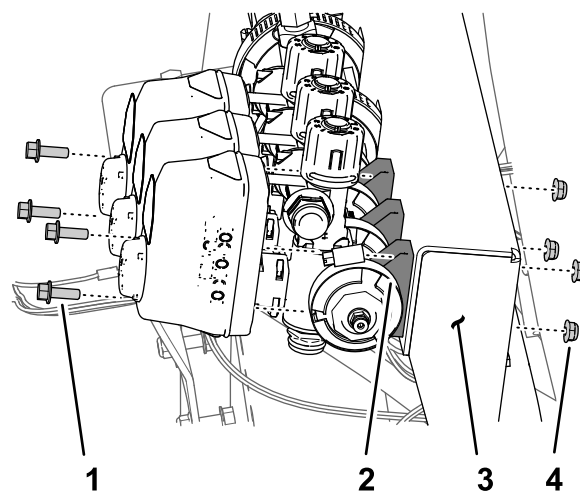

図 68
1. 左側ブームバルブをマニホールドマウントに固定しているフランジヘッドボルト $\frac{1}{4} \times \frac{3}{4}$ " 2本とロックナット $\frac{1}{4}$ " 2個を取り外す 図 68。
2. 右側ブームバルブをマニホールドマウントに固定しているフランジヘッドボルト $\frac{1}{4} \times \frac{3}{4}$ " 2本とロックナット $\frac{1}{4}$ " 2個を取り外す 図 68。
3. 左側ブームバルブのフランジ部をアダプタに固定しているフランジクランプ 40-64 mmとガスケット 25 x 35 mmを取り外す 図 68。